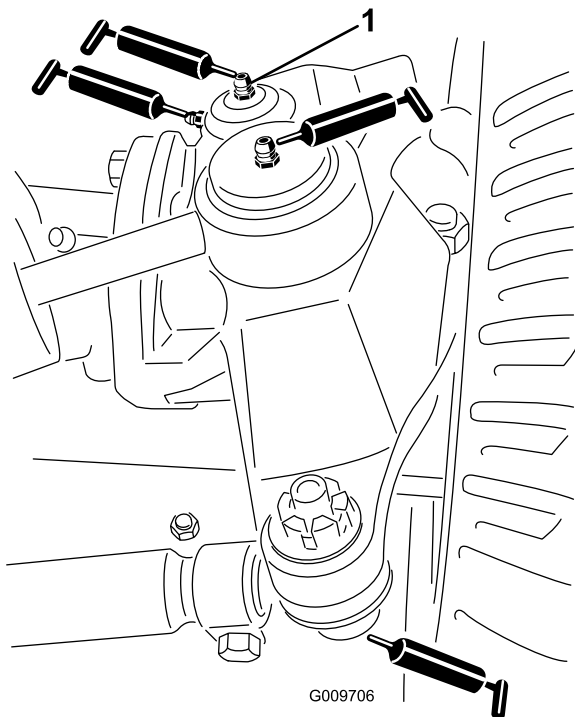

図 28
- ステアリングシリンダのボールジョイント 2ヶ所 図 28
- タイロッドのボールジョイント 2ヶ所 図 28
- キングピンのブッシュ2ヶ所(図 28)但しキングピン上部は1年に1回のみポンプ2回押しのみとする。